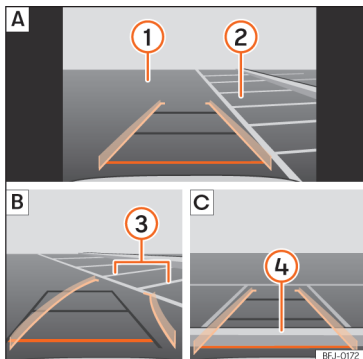

Abb. 218 Anzeige auf dem Bildschirm des Infotainment-Systems: einparken mit dem Rückfahrasistenten.
Legende zu **Abb. 218**:
- Bringen Sie das Fahrzeug vor die Parklücke » **Abb. 218** **2** **A**.